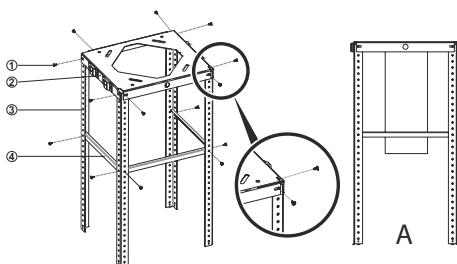

Fig. 11
1. ➤ Montér nu stængerne (3) på loffflancen (2) ved at skruer dem fast med 8 stk 3,5 x 9,5 skruer (1). Bemærk hakken i stængerne skal passe loffflancen (Fig. 11).
2. ➤ Stabiliseringsbeslaget skal monteres imellem stængerne (4) med 6 stk 3,5 x 9,5 skruer (1) (Fig. 11).
3. ➤ Tilslut nu aftrækskanalen til emhættens aftræk (Fig. 11/A).